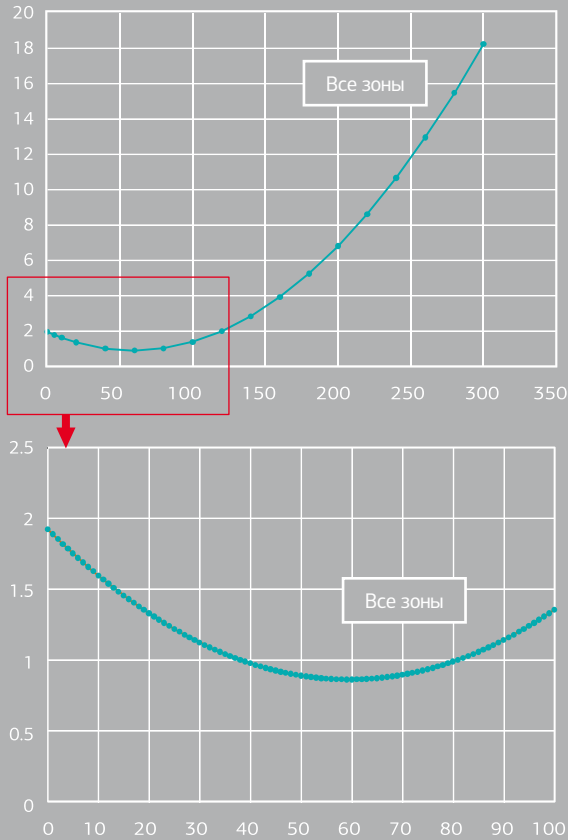

Рис. 8. График разности температур для совокупности всех зон, построенный на основании формулы монтажного коэффициента (AI)
По совокупности данных, полученных в ходе этого и прошлых экспериментов с BGA-компонентами различного размера и печатными платами различной толщины, была выведена общая эмпирическая формула [1] и построены эмпирические графики (рис. 8 и 9) для компонентов в пластмассовых корпусах типа BGA, монтируемых на печатных платах из материала FR4 с креплением термопар алюминиевой клейкой лентой к верхней стороне корпуса и нижней стороне печатной платы. Исходя из экспериментальных данных, полученная эмпирическая формула лучше аппроксимирует результаты для термопары, прикрепленной к верхней стороне корпуса BGA-компонента,
На рис. 8 и 9 показаны теоретические графики разности температур при креплении термопары к верхней стороне корпуса BGA-компонента для заданной комбинации печатной платы и компонента, построенные по эмпирической формуле. На рис. 8 приведен график для всех зон в совокупности, а на рис. 9 — только для зоны оплавления. Чтобы воспользоваться графиком на рис. 8 или рис. 9, нужно вычислить монтажный коэффициент (AI) по параметрам печатной платы и компонента, как описано ниже. Для проверки графика необходимо дополнительно снять ряд профилей.